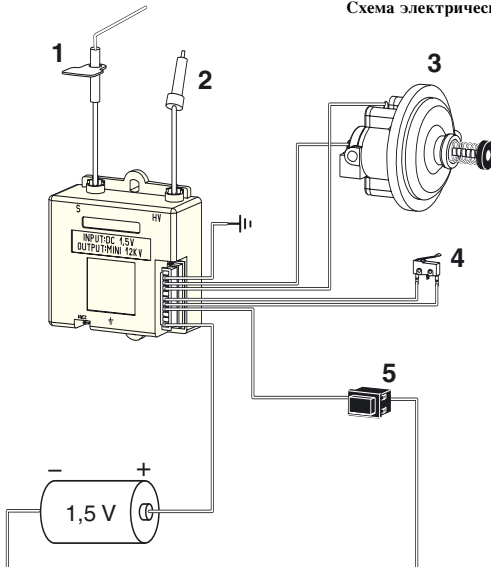

Рис. 4
- **Обязательно предусмотреть вокруг аппарата свободное пространство величиной не менее 100 мм от каждой стенки аппарата (см. рис. 4).**